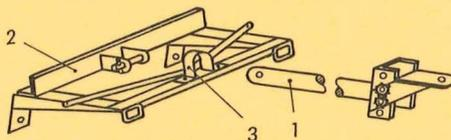

Abb. 6
Haben Sie als Grundtyp eine a) **Gespann-Maschine** (P-Maschine), dann sind als Sonderzubehör die Schlepperdeichsel (1) L 201-A 81 f, die Rahmen-schiene (2) L 201-A 826 und der Deichselbügel (3) L 201-A 824 erforderlich (siehe Abb. 6).